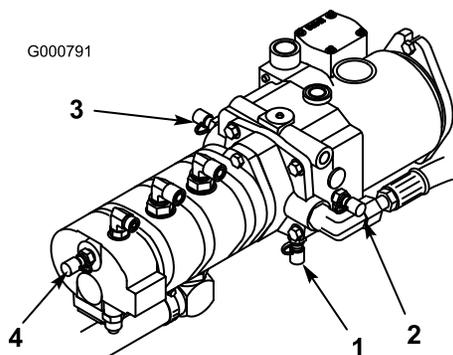

Figure 79
4. La prise d'essai D est située au bas de la transmission hydrostatique (Figure 79) et sert à mesurer la pression de charge de la transmission.
5. La prise d'essai E est utilisée pour mesurer la pression de déplacement en marche avant (Figure 79).
6. La prise d'essai F est utilisée pour mesurer la pression de déplacement en marche arrière (Figure 79).
7. La prise d'essai G sert à mesurer la pression du circuit de direction (Figure 79).